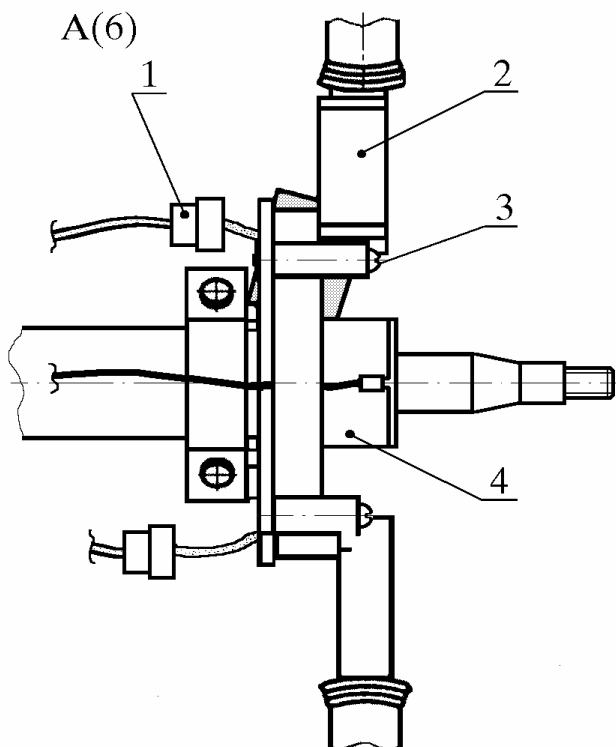

Рис. 9. Снятие переключателя стеклоочистителя:
8.3. Отсоединить колодку 1 (рис. 9) жгута проводов от переключателя 2 стеклоочистителя.